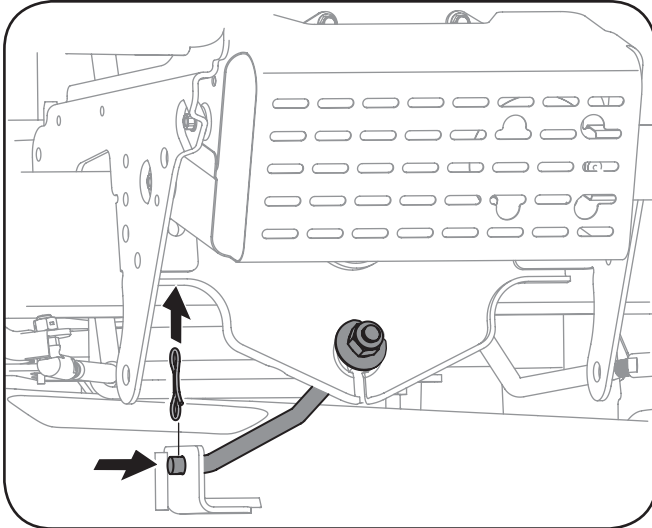

Figure 7-5
**Sur les plateaux de coupe de 42 po et 46 po :** Retirez la goupille fendue papillon fixant la tige de stabilisateur au plateau de coupe. Glissez la tige de relevage du plateau de coupe du support soudé sur le plateau de coupe comme illustré à la Figure 7-5.